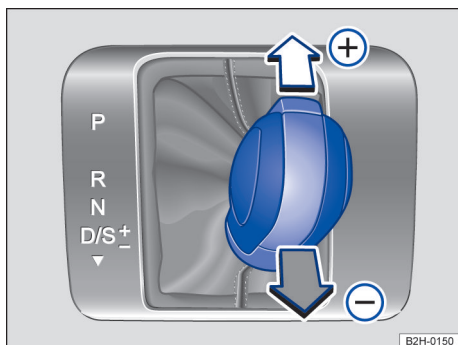

Fig. 103 Alavanca seletora na posição Tiptronic (veículos com direção à esquerda). Veículos com direção à direita são espelhados.
- Mover a alavanca seletora para frente (+) ou para trás (-) para aumentar ou diminuir a marcha → Fig. 103.